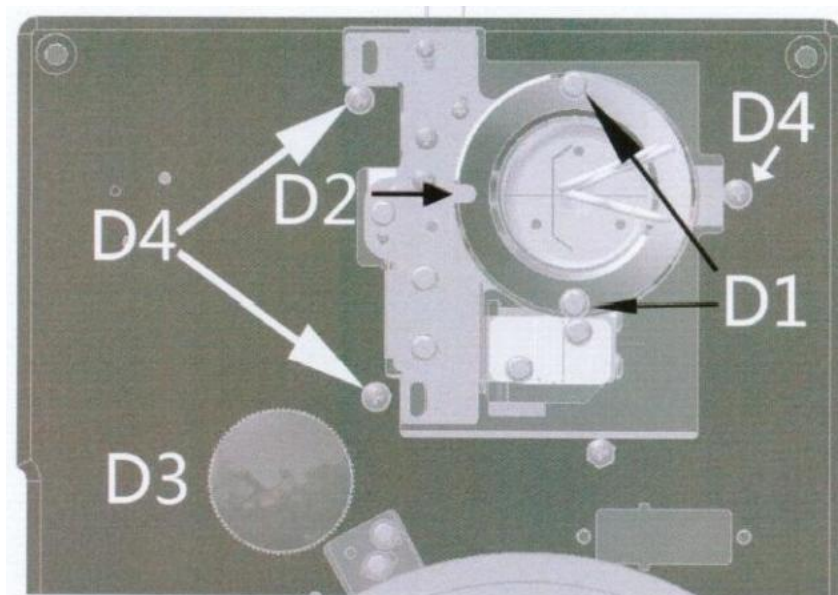

图6.1.3.1
1. 打开上盖，卸下氙灯电源线及2个固定氙灯的螺丝D1(如图6.1.3.1箭头D1)，取出旧氙灯
2. 将新氙灯装入灯室，注意图6.1.3.1中D2处氙灯安装方向，用螺丝D1固定并连接电源线，氙灯电源线必须按照颜色接线。